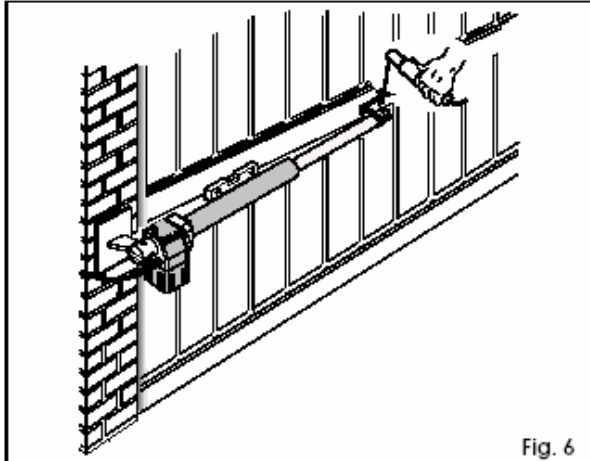

Fig. 6
- 8) Sluit de vleugel van de poort en zoek de positie van de voorste bevestiging op de vleugel op, terwijl u de aandrijving perfect horizontaal houdt (fig. 6).